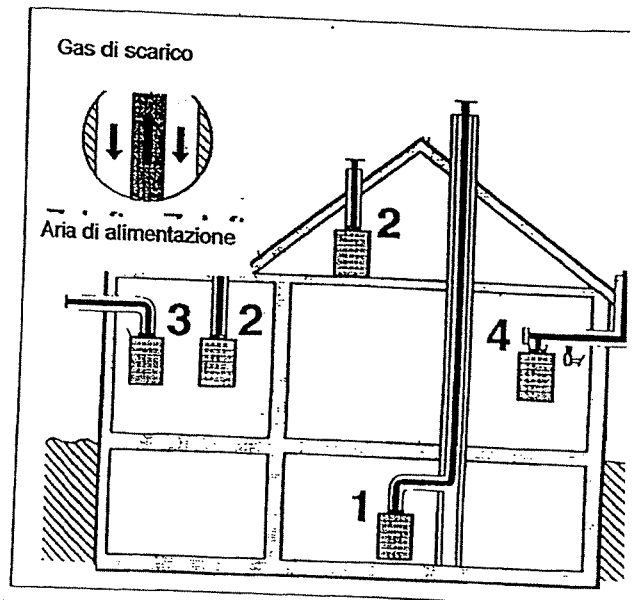

Fig. 6 Sistema concentrico apporto aria / scarico
- ⇒ Raccordo apporto aria / scarico gas corrispondente al tipo C_{3.1} per un camino LA (Fig. 6, punto 1):
- ⇒ Raccordo apporto aria / scarico gas con passaggio dal tetto, corrispondente al tipo C_{3.2} (Fig. 6, punto 2):
- ⇒ Raccordo apporto aria / scarico gas con raccordo da parete esterna, corrispondente al tipo C_{3.3} (Fig. 6, punto 3):
- ⇒ Raccordo apporto aria / scarico gas con raccordo da facciata/parete esterna, corrispondente al tipo C (Fig. 6, punto 4). Calcolo della lunghezza massima come da DIN 4705. La pressione di alimentazione del ventilatore a disposizione è di 120 Pa, con riduzione 60 Pa.